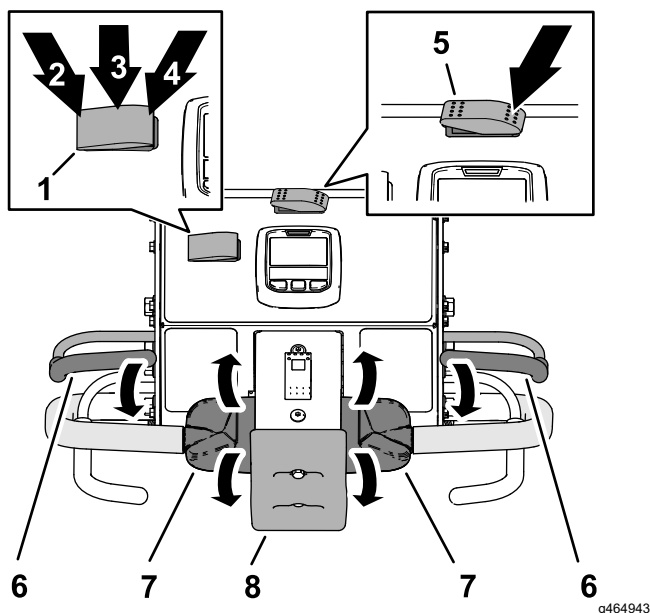

Figura 81
1. Pulse el interruptor de transporte/aireación hasta la posición de TRANSPORTE (Figura 81).